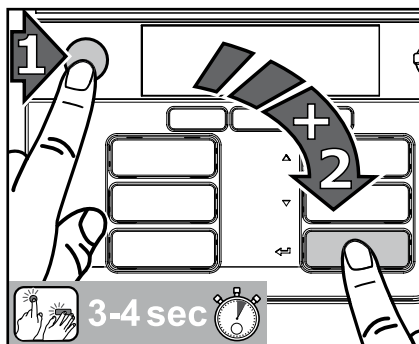

Fig. 24
1. Tryk først på STOP-knappen og så på enter-knappen ◀ og hold dem nede samtidig i 3-4 sekunder for at komme ind i rengøringsmodus (fig. 24).